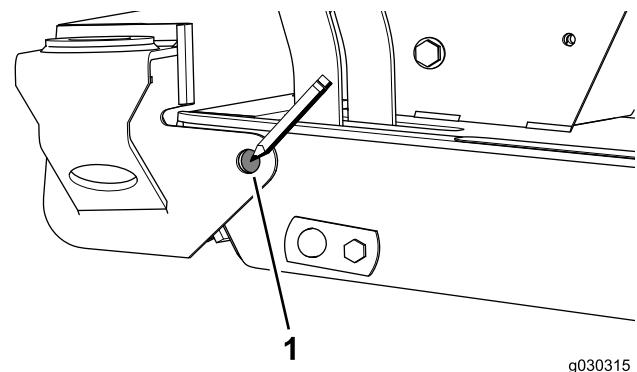

Figura 5
2. Transfiera el punto central del orificio pasante en el soporte delantero a la máquina (Figura 5).